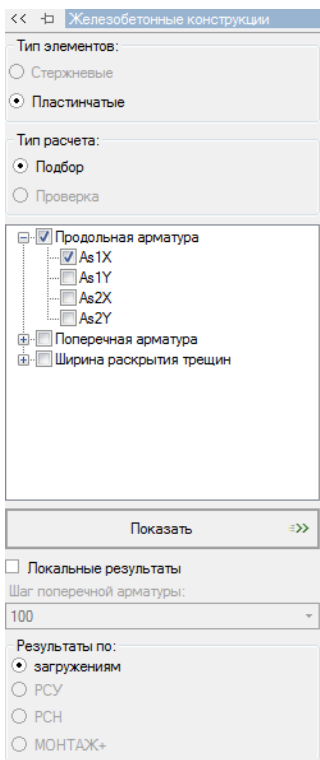

Рис. 100. Вывод результатов
23. Выведите на экран изополе нижней арматуры по направлению X — As1X (рис. 100). Для чего необходимо в раскрывающемся списке **Продольная арматура** поставить галочку напротив соответствующего пункта (рис. 100).
24. Выведите на экран локальные результаты для нижней арматуры по направлению X — As1X (рис. 102). Для чего необходимо поставить галочку напротив **Локальные результаты** (рис. 100) и выбрать центральный элемент с максимальной интенсивностью окраски.